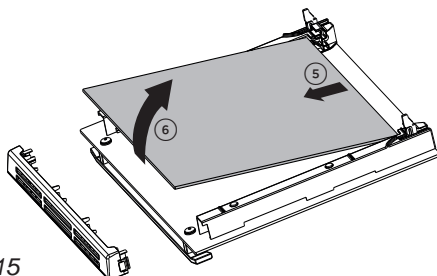

Fig. 8.15
- Sollevare ed estrarre delicatamente il vetro intermedio sganciandolo dagli incavi di aggancio inferiori (fig. 8.15).